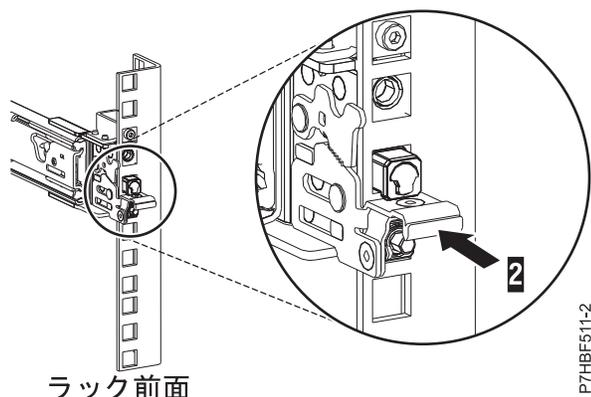

図 23. ラックの前面レールに取り付けられているラッチ
7. スライド・レールを前方に引きながら、3つのピンがラックの穴から突出していることを確認した後に前面ラッチ (2) を最後まで押し込みます。詳しくは、図 23を参照してください。